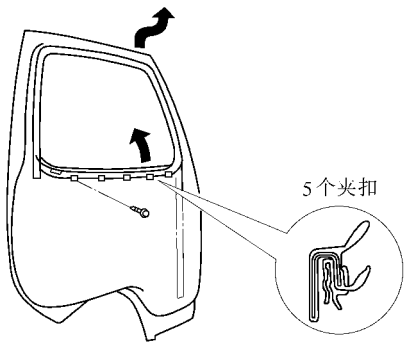

图 17-36 拆下前车门玻璃外窗密封条
(12) 拆下前车门玻璃外密封条。旋下螺钉，从车门板的边缘撬松夹扣，拆下密封条，如图 17-36 所示。